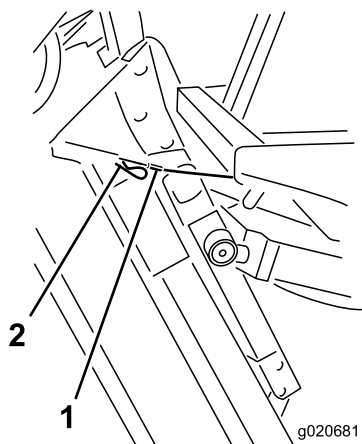

Figura 105
6. Sujetando la carcasa de corte en posición vertical, coloque el extremo del cable sobre el pasador del brazo de elevación de la carcasa y fíjelo con el pasador de horquilla (**Figura 105**).